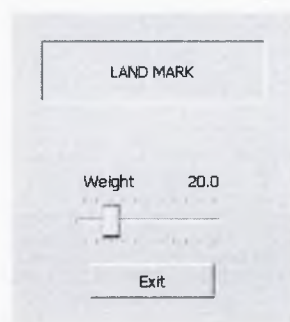

Рисунок 120
– при помощи курсора **Вес** (см. рисунок 120) выберите процентное соотношение наложения изображения-маски (0 % – 75 %).